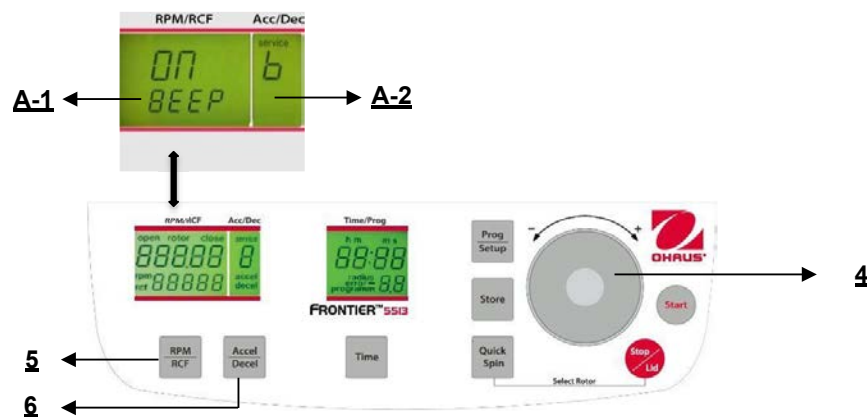

Abbildung. 30
Fahren Sie fort wie unter Punkt 4.1.2 beschrieben, um in den Programmmodus einzutreten und drücken Sie dann die Taste **"Accel/Decel"**(6). Auf der Anzeige blinkt **"Acc/Dec"** (A-2) das Wort **"Service"**. Wählen Sie nun den Buchstaben **"L"** mit Hilfe des Anpassungs Wählscheibe (4). Als Ergebnis erscheinen die Worte **"On Sound"** auf der Anzeige **"RPM/RCF"** (A-1). Wenn Sie die Taste **"RPM/RCF"** (A-1) nun drücken, blinkt das Wort **"On"** und Sie können den Ton mit dem Anpassungs Wählscheibe (4) umschalten (siehe Abbildung 30).
Fahren Sie fort wie unter Punkt 4.1.2 beschrieben, um in den Programmmodus einzutreten und drücken Sie dann die Taste **"Accel/Decel"** (6). Auf der Anzeige **"Acc/Dec"** (A-2) blinkt das Wort **"Service"**. Wählen Sie nun den Buchstaben **"B"** mit Hilfe des Anpassungs Wählscheibe (4). Als Ergebnis erscheinen auf der Anzeige **"RPM/RCF"** (A-1) die Worte **"ON/BEEP"**. Nach dem Drücken der Taste **"RPM/RCF"** (5) können Sie das Tastaturgeräusch mit dem Anpassungs Wählscheibe (4) ein- (On) oder ausschalten (Off). (Siehe Abbildung 30).